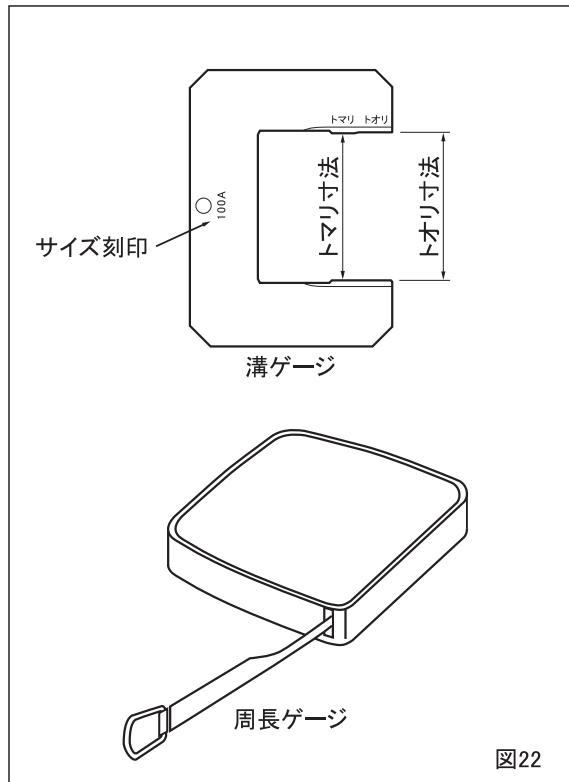

図22
①溝径(G寸法)の確認
- ・溝径は、ノギスまたは溝ゲージ(オプション)、周長ゲージ(オプション)で確認してください。(図22)
②L, W, F寸法はノギスなどで確認してください。
③シール面(L部)の確認